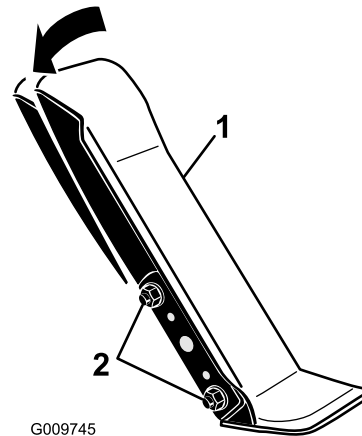

Bild 71
1. Lösen Sie die zwei Muttern und Schrauben, mit denen die linke Seite des Fahrpedals an der Halterung befestigt ist (Bild 71).
2. Drehen Sie das Pedal auf den gewünschten Winkel und ziehen Sie die Muttern fest (Bild 71).